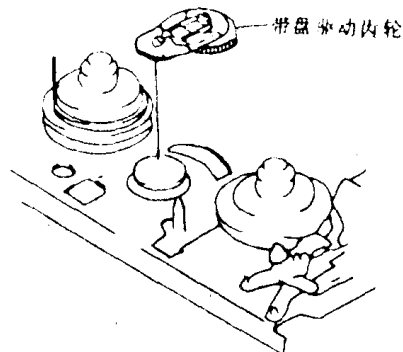

图 1-30
②从取带齿轮轴拉出带盘驱动齿轮,如图 1-30 所示。
(10) 拆卸供带盘